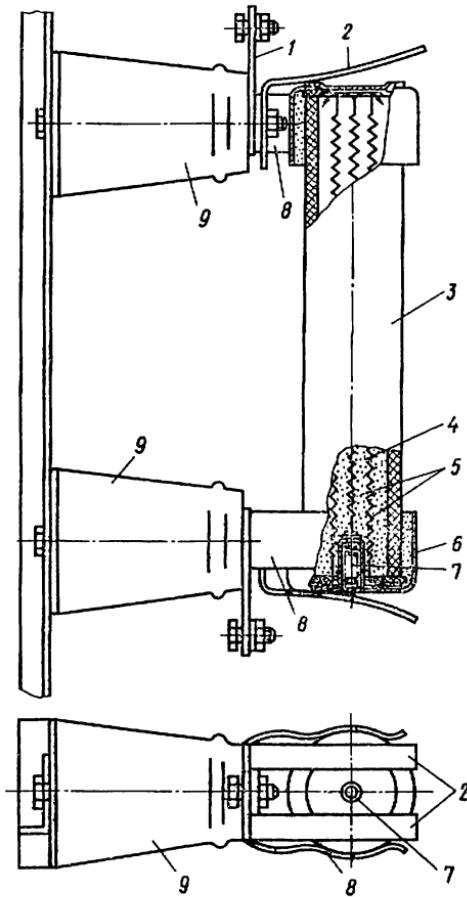

Рис. 91. Кварцевый предохранитель ПК:
**Предохранитель ПК** (рис. 91). При ремонте следует осмотреть фарфор и армировку на торцах патрона и латунных колпачков. Поврежденную армировку восстановить. Проверить плотность соприкосновения контактных поверхностей латунных колпачков или ножей с пружинным неподвижным контактом. Плотность соприкосновения достигается подгибанием контактных зажимов. Если контакт от перегрева потерял упругость, его заменяют.